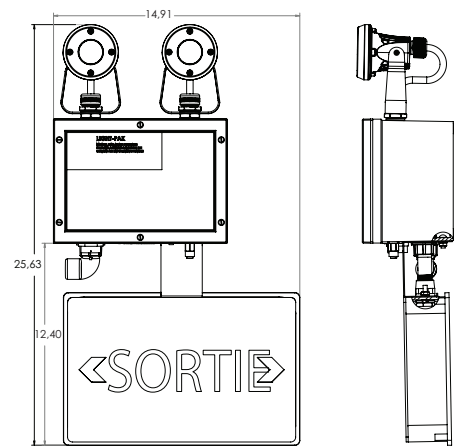

Figure 6. UX71SDHAZ
- UX71SDHAZ – Enseigne de sortie à DEL simple pour emplacements dangereux de série UX (voir la figure 6)